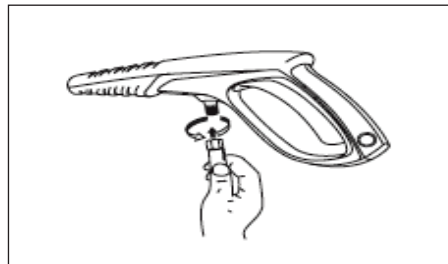

Figura 11 - Conecte la manguera de alta presión a la pistola (todos los modelos)
2. Conecte la manguera de alta presión a la pistola (ver la figura 11).
7. Conecte la manguera de alta presión a la pistola (ver la figura 11).
- Conecte la manguera de alta presión a la pistola (ver la figura 11).